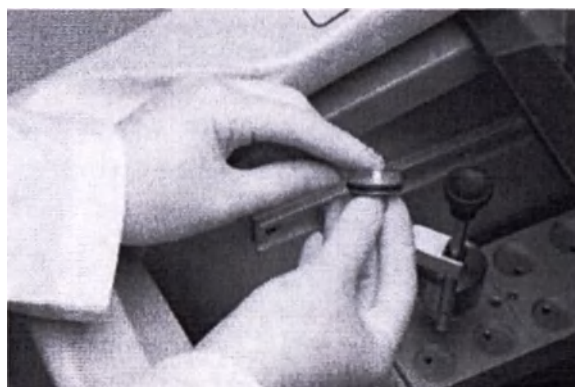

Рисунок 8.57
7. Большим и указательным пальцем возьмитесь за выступ формочки для заморозки и вытяните ее из основания (Рисунок 8.57). Утилизируйте формочку.